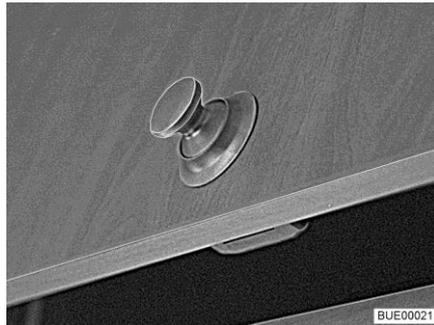
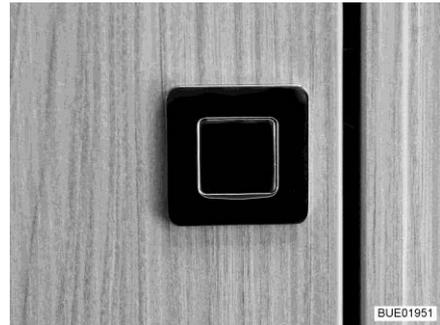

Fig. 67 Porte de placard avec bouton-poussoir (rond)
Fig. 68 Porte de placard avec bouton-poussoir (rectangulaire)
- Appuyer sur la partie intérieure de la serrure. Le bouton-poussoir (Fig. 67 ou Fig. 68) ressort.